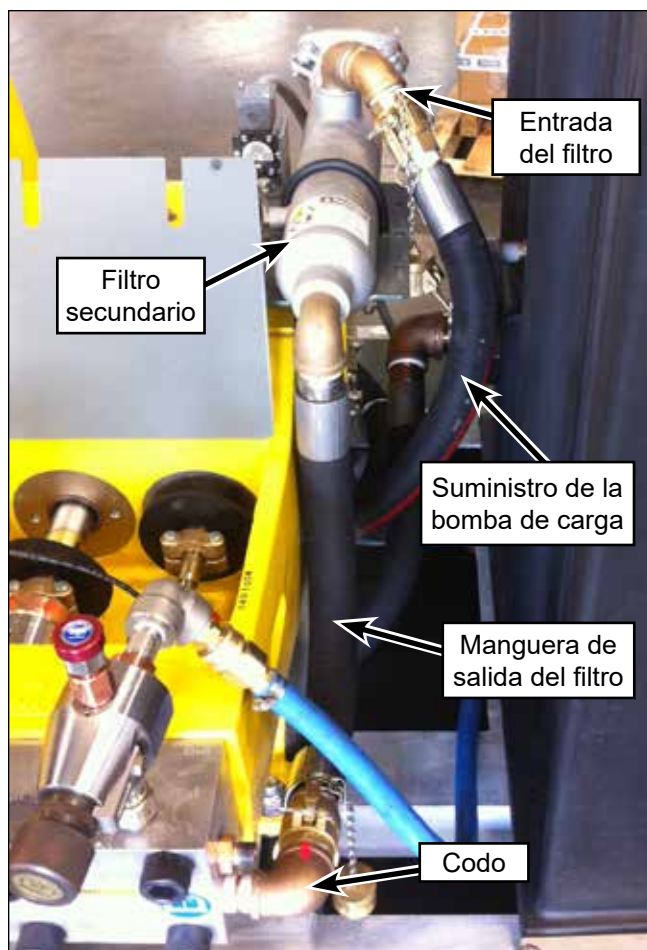

Figura 42: Tubería.
3. Quite el tapón de la manguera de la salida del filtro (Figura 42). Conecte la manguera al codo del difusor de 40K.